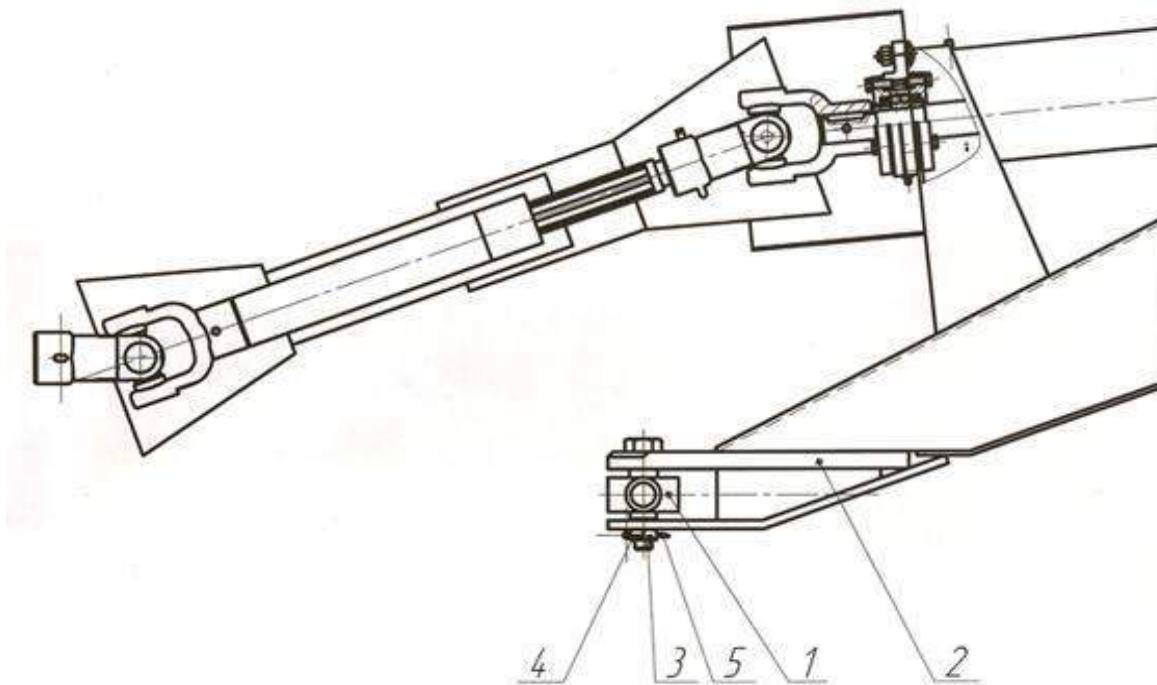

Рис. 2 Установка поперечной балки
6.4.2. Соединить с продольными тягами и закрепить стопорами поперечную балку навески (рис. 2.)
6.4.3. Плавно сдвинуть трактором назад и совместить отверстия в поперечной балке 1 и прицепной серьге 2 (рис. 2), затем навернуть гайку 4 и зафиксировать шплинтом 5.